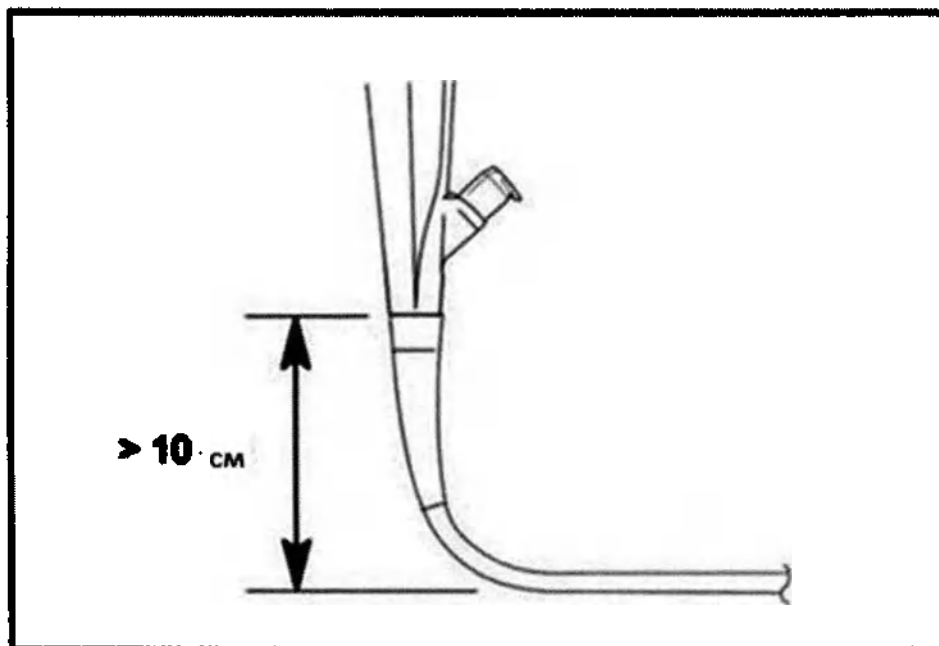

Рис. 4.2 Не допускайте сгибания вводимой трубки на расстоянии 10 см или менее от места соединения защитной крышки.
- Не допускайте сгибания вводимой трубки на расстоянии 10 см или менее от места соединения защитной крышки. Может произойти повреждение вводимой трубки (рис. 4.2).